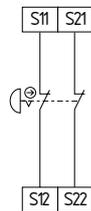

Abb. 7
**Zweikanalige NOT-HALT-Schaltung mit Befehlsgeräten nach EN ISO 13850 und EN 60947-5-5 (siehe Abb. 7)**